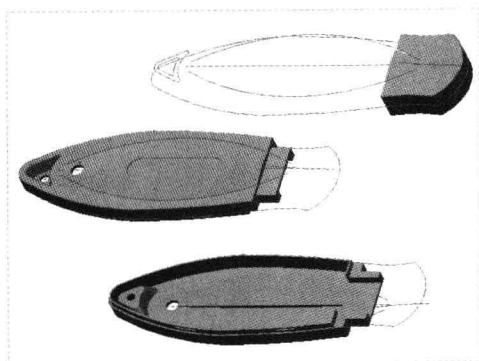

图 11-83 编辑爆炸视图
Step 04 采用与上同样的方法，拖曳其他的元件至合适的位置，执行操作后，单击“应用并保存在工具中所做的所有更改，然后关闭工具操控板”按钮，即可编辑爆炸视图，如图 11-83 所示。